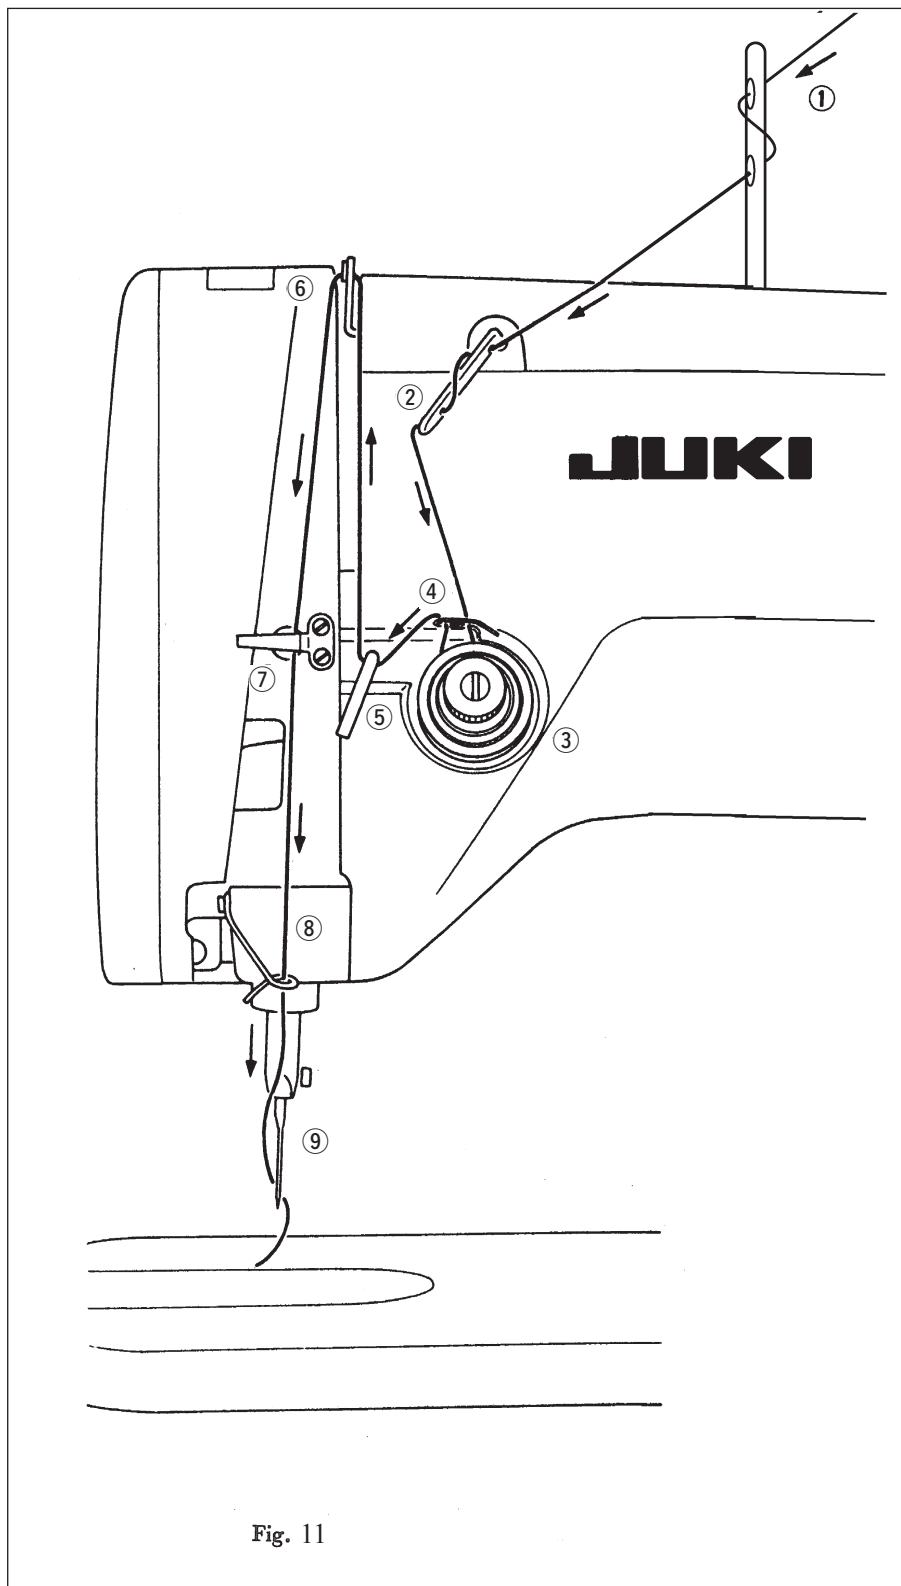

Fig. 11
En la Fig. 11 aparece el orden de enhebrado de la máquina. Comience desde el vástago guía del hilo de la aguja ①, hasta llegar al ojo de la aguja ⑨, en orden.
- ② Ojal guía hilos de tres agujeros
- ③ Discos de tensión
- ④ Resorte recogedor del hilo
- ⑤ Guía del hilo en la placa lateral
- ⑥ Palanca recogedora del hilo
- ⑦ Guía del hilo en la placa lateral
- ⑧ Guía del hilo en la estructura, inferior
- ⑨ Ojo de la aguja